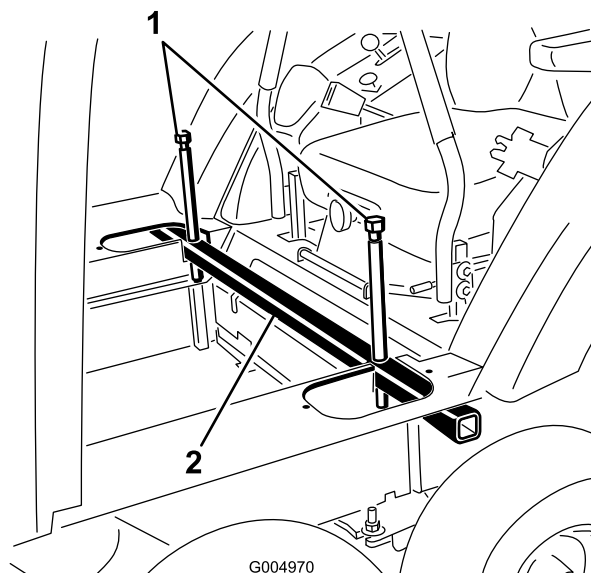

Figura 80
29. Montate il tubo del cavalletto della cabina negli intagli nel pianale della cabina (Figura 80).